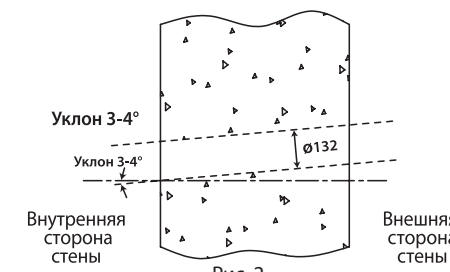

Рис. 2
- Установите угол наклона коронки таким образом, чтобы отверстие имело уклон 3-5° вниз в сторону улицы, как показано на Рис.2, для того, чтобы осадки не смогли попасть с улицы внутрь помещения.